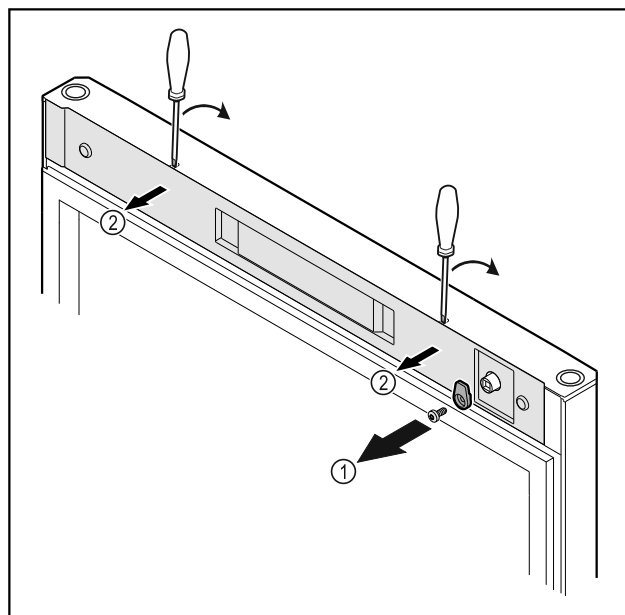

Fig. 6
- Desatornillar el gancho de cierre Fig. 6 (1).
- Desencajar la cubierta Fig. 6 (2) con un destornillador pequeño y retirarla.